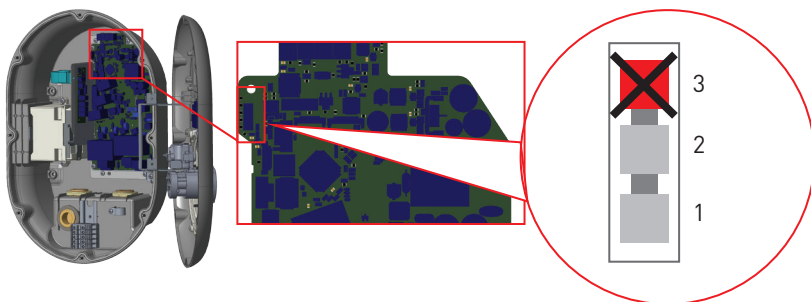

Figura-1
- L'interruttore a scorrimento (SW3) sulla scheda di alimentazione (21ACPW01), illustrato nella figura-1, deve essere in posizione 1 o 2.